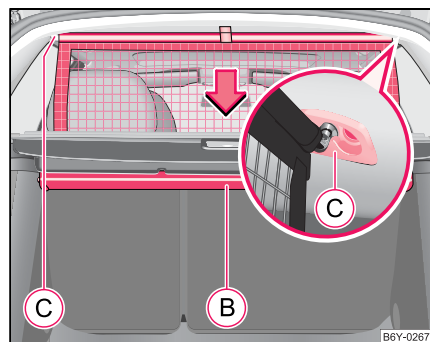

Fig. 58 Enrouler le filet de séparation
- Tirez la tige transversale un peu vers l'arrière d'abord sur un côté puis sur l'autre et enlever la tige transversale des supports (C) ⇒ page 75, fig. 58.
- **Maintenez** la tige transversale de sorte que le filet de séparation s'enroule lentement dans le boîtier (B) sans s'abîmer.